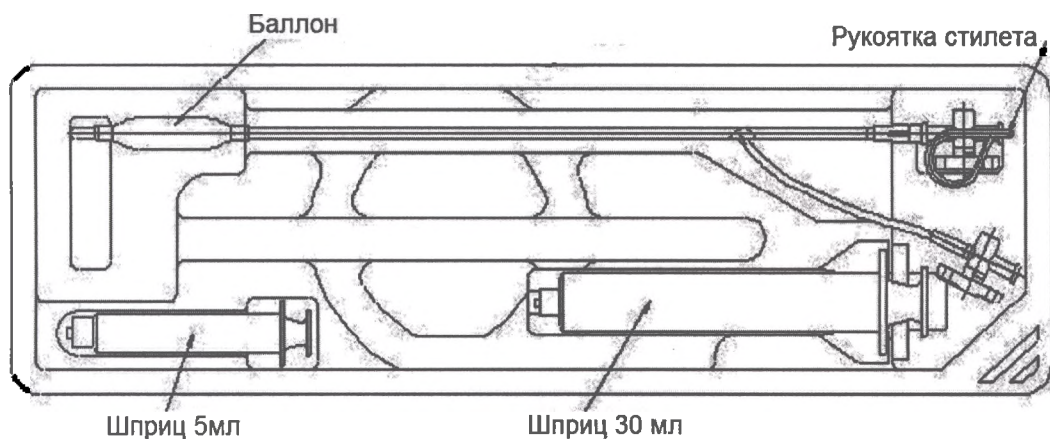

Рис.7.
19.2. Катетер внутрисосудистый баллонный окклюзионный в варианте исполнения Pruitt Aortic упаковывается в первичную штучную герметичную упаковку, представляющую собой блистерный лоток с крышкой из тайвека (Рис.7). Упаковка исключает скручивание и сгибание трубки катетера. Блистерный лоток с крышкой является стерильным барьером.